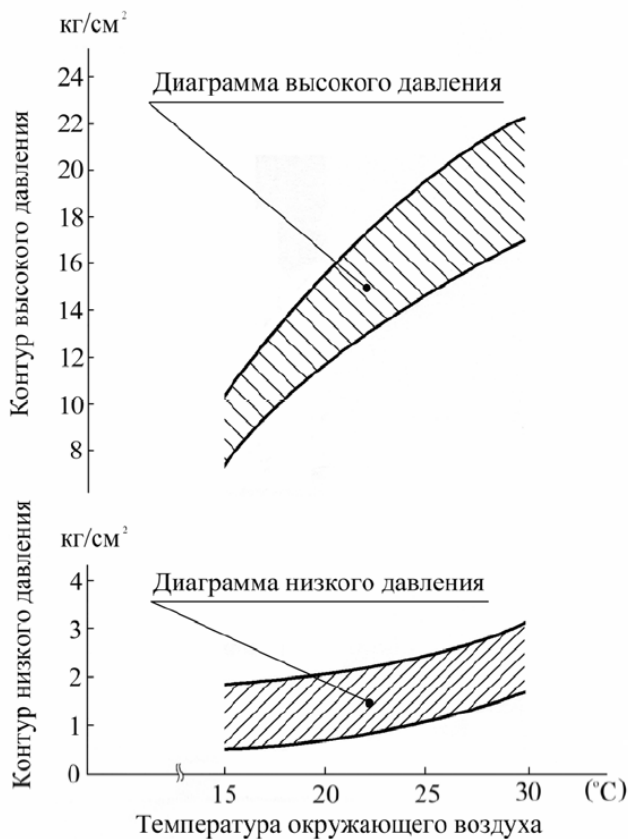

Рис. 7. График зависимости давления от температуры окружающего воздуха
- измерить температуру окружающего воздуха и снять показания манометров на контурах высокого и низкого давления. Точка пересечения показаний давления и температуры окружающего воздуха должна находиться в заштрихованной зоне графика, приведенного на рис.7. При выходе точки пересечения за пределы заштрихованной зоны графика выполнить диагностику системы кондиционирования согласно раздела 4 данной ТИ. Обнаруженные не исправности устранить.